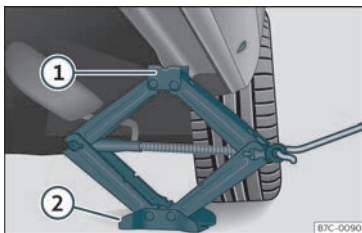

Fig. 43 Traveseiro: colocación do gato do vehículo.
- Xire a manivela do gato*, situado debaixo do punto de apoio do traveseiro, para elevalo ata que a pestana ① >>> fig. 43 estea situada baixo o aloxamento previsto.
- Aliñe o gato* para que a pestana ① “agarre” no aloxamento previsto do traveseiro e a placa base móbil ② descanse no chan. A placa base ② debe caer verticalmente con respecto ao punto de soporte ①.